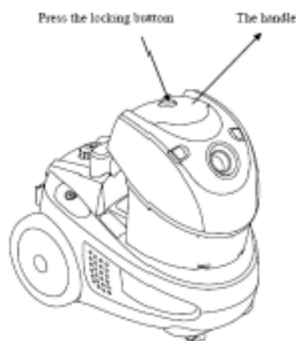

Рис.1
1. Нажмите кнопку блокировки и снимите контейнер с водой с прибора, держась за ручку контейнера (рис.1).